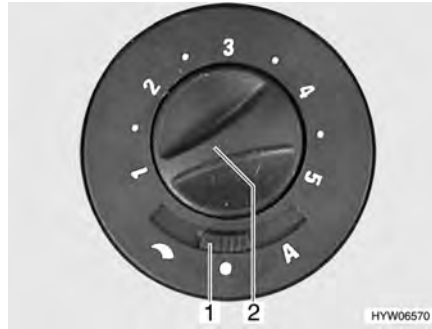

Fig. 118 Commutateur de commande du ventilateur à air pulsé
- Régler l'interrupteur à curseur (Fig. 118,1) sur "☾" (réglage manuel) ou "A" (mode automatique).
- Régler (réglage manuel) ou limiter (mode automatique) la puissance désirée du ventilateur à air pulsé à l'aide du bouton de commande (Fig. 118,2).
- Régler l'interrupteur à curseur (Fig. 118,1) sur "●" (arrêt).